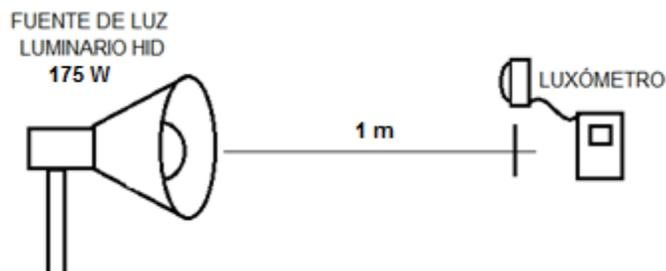

Figura 4. Posicionamiento del luminario y el luxómetro.
1. Colocar la lámpara del luminario a un metro de distancia del luxómetro, según lo muestra la figura 4. Seleccionar la escala en luxes del luxómetro para medir la intensidad luminosa y mantenerlo fijo durante el experimento.